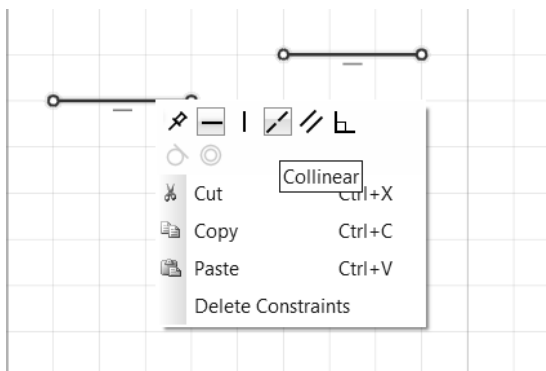

图 4-67
① 按住〈Ctrl〉键选择多条线段。
② 右击一条选中的线段，打开右键菜单，如图 4-67 所示。